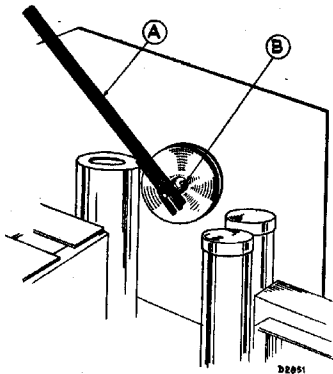

Fig. 6
3. Het vorkje A (fig. 6) op de wijzeras plaatsen, zoodanig dat het eene vorkje in de groef van de as het andere vorkje om het platte aseinde grijpt.